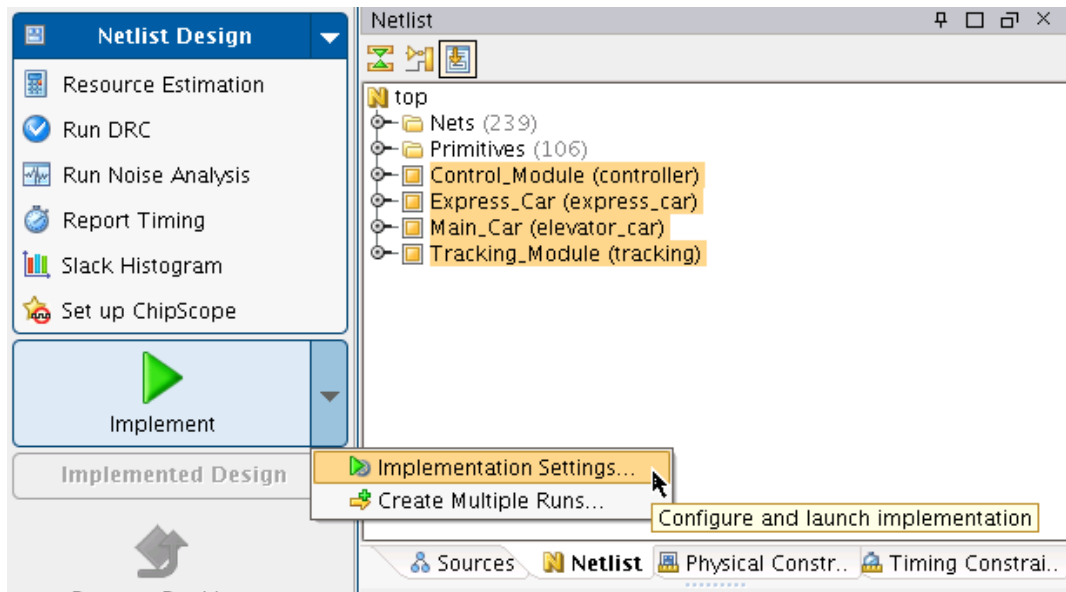

図 13 : インプリメンテーション設定
5. [Implement] ボタンの右側の矢印をクリックし、[Implementation Settings] をクリックします (図 13)。